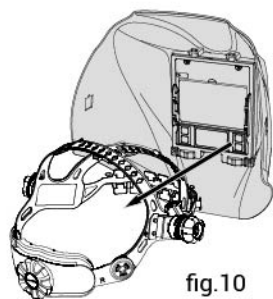

fig.10
- Retire completamente o arnês original (ver fig. 10).